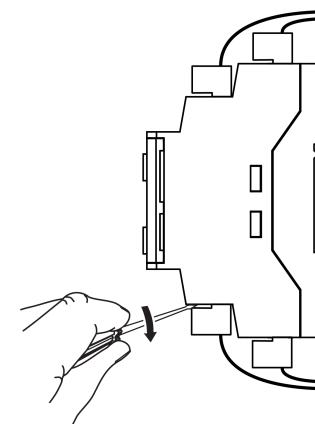

Рисунок 6.3 – Отсоединение съемных частей клемм
- Отсоединить съемные части клемм от прибора (см. рисунок 6.3).